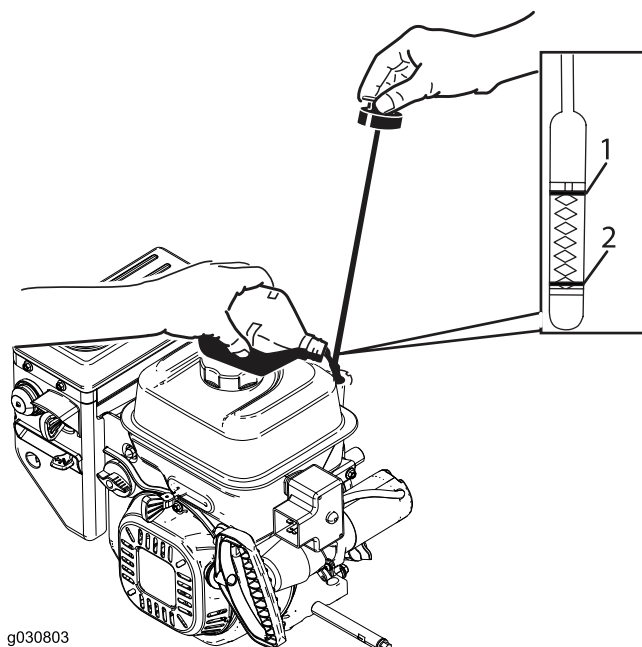

Рисунок 33
2. Выньте щуп и проверьте уровень масла (Рисунок 33). Если уровень масла находится ниже отметки Add (Добавить), то добавьте масла в двигатель. См. 5 Проверка уровня масла двигателя (страница 9)